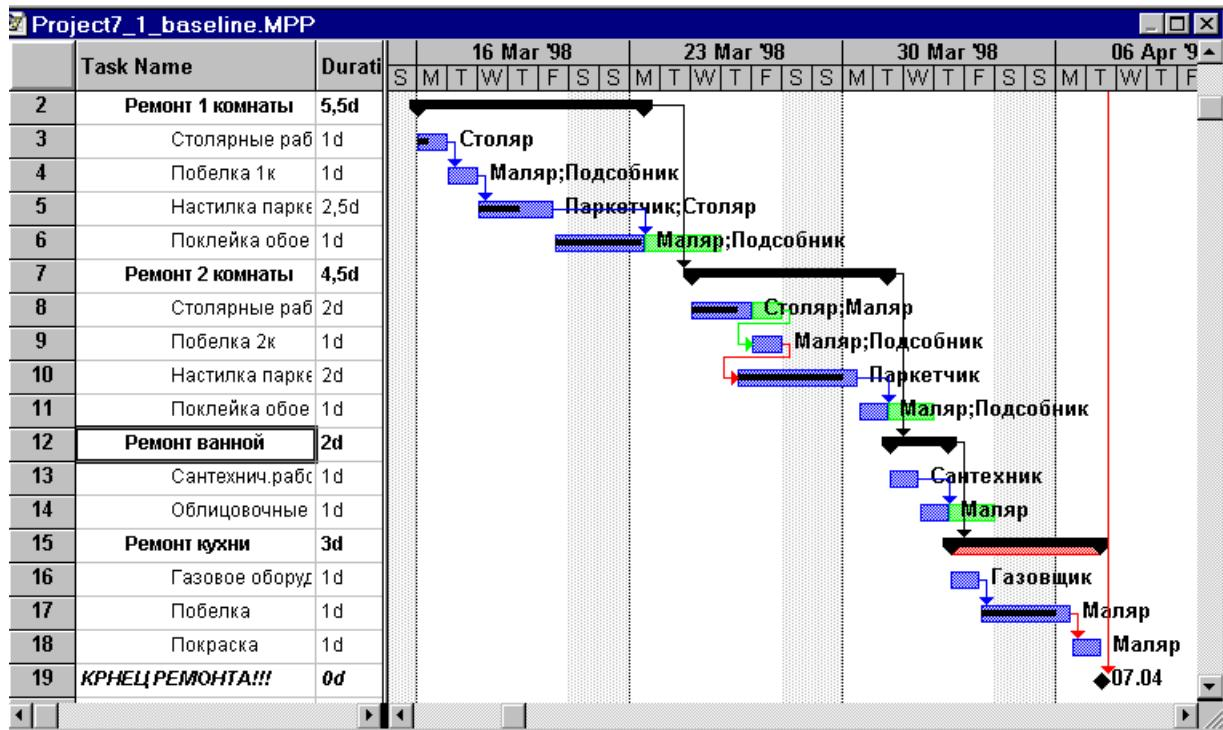

Рис.10.1.
1. Открыть созданный ранее проект «Ремонт квартиры». Если он не сохранен, то создать новый по приведенному на Рис.10.1 образцу.